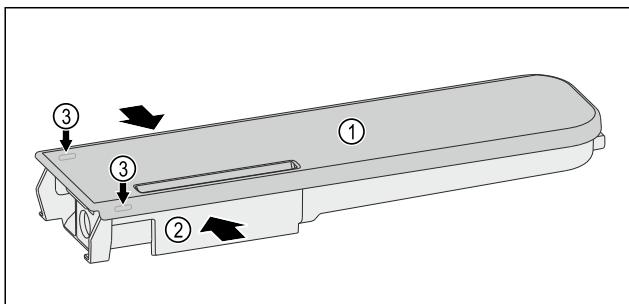

Fig. 143
- Притисніть бак для води Fig. 143 (2), обережно підчепіть і потягніть угору кришку Fig. 143 (1) за допомогою фіксувальних язичків Fig. 143 (3).
- Обережно порухайте кришку Fig. 143 (1) вперед-назад і зніміть її вгору.